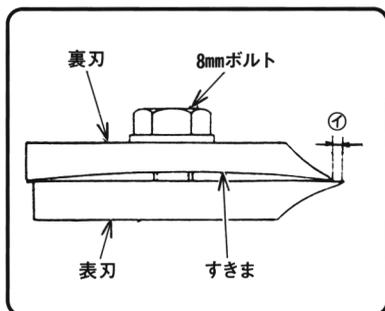
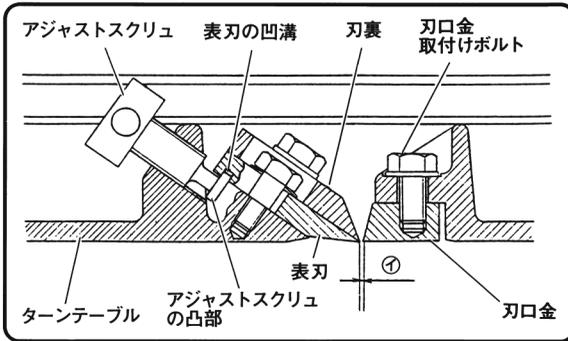

図 17
図 22
① 木材の用途（柱および板など）に合わせて表刃の刃先が裏刃の刃先から①寸法出るように調整してから、3個の8mmボルトを付属の13mmボックススパナで締付けます。(図17)
①寸法 柱……0.4～0.5mm
② 表刃と裏刃の合わせ面は図17のようにすきまがあり、刃先の部分が開かなくなっています。
(1) 図17のように組立てしたかな刃（表刃・裏刃）の表刃凹溝（図22参照）をアジャストスクリュの凸部（図22参照）に入れ、ターンテーブルに取り付けます。